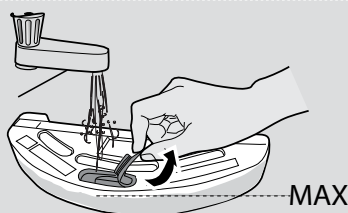

Fig. 14
2. Öppna vattentankens gummilock, fyll upp med vatten och stäng den igen. [Fig. 14]